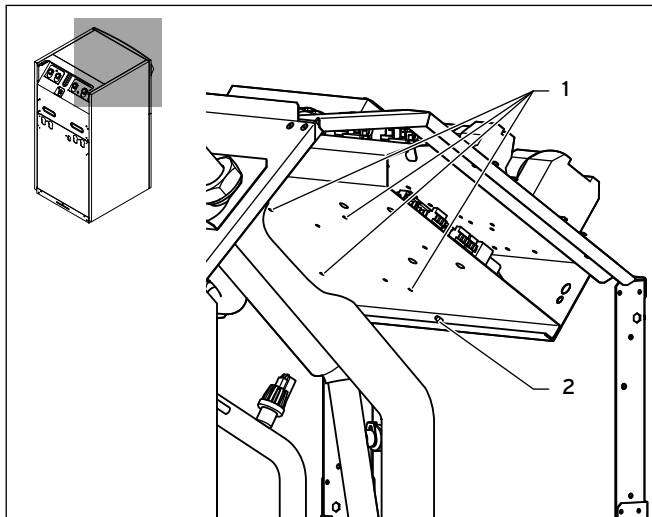

Fig. 4.3 Montering af monteringskinner til geoTHERM VWS/VWW/VWL-S ..1 og VWS ..4
- Sæt det blå stik på startstrømsbegrænsersens styreledning (1) i regulatorens printkort (3).
- Klap den nederste del af kontrolboksen op, og skru skruen (→ fig. 4.3, pos. 2) fast igen.